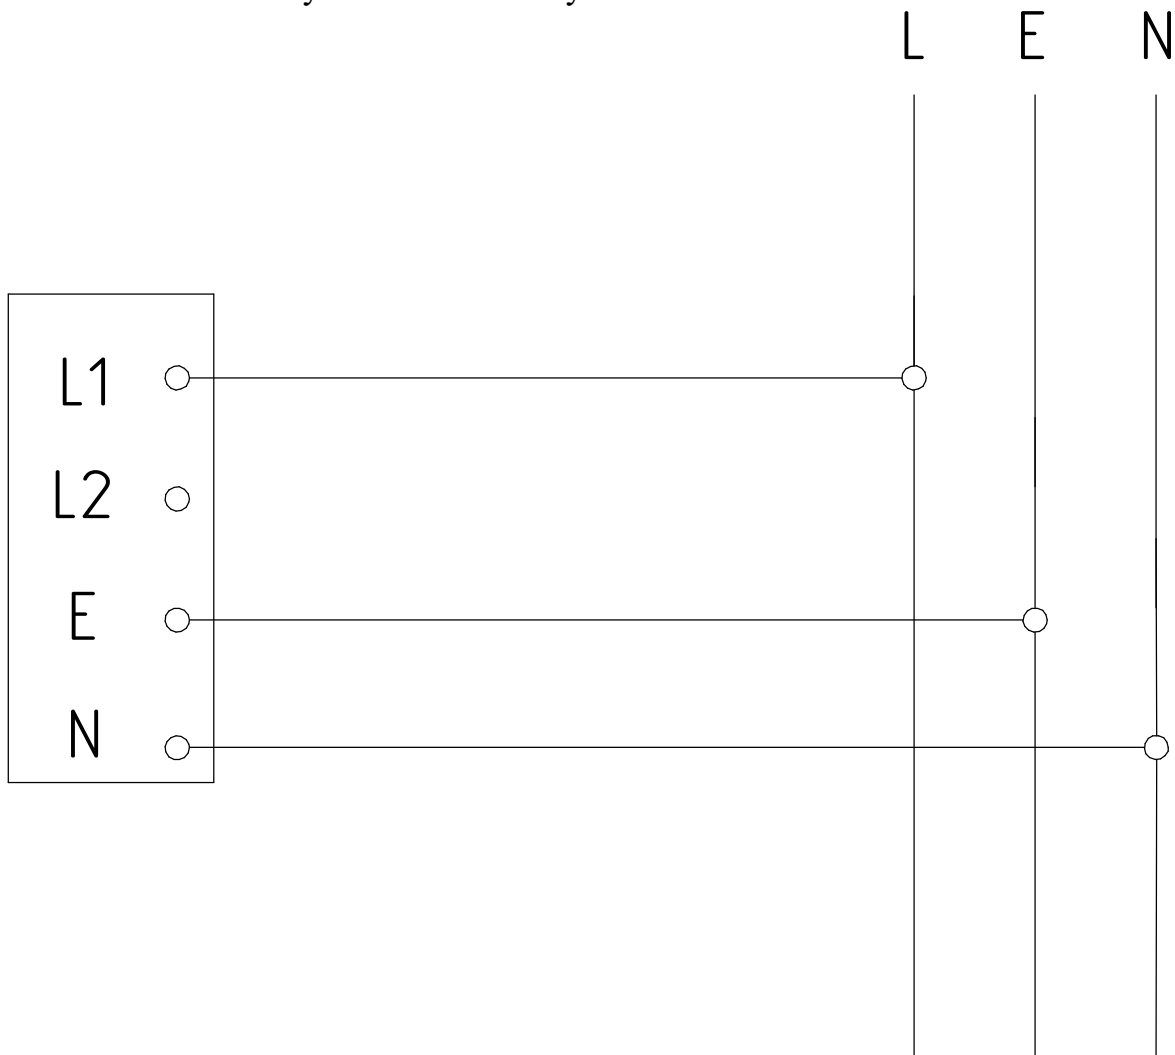

Рисунок 3 - Схема подключения к сети светильника ДБУ01.
5.3.6. Подключите питающий кабель к клеммной колодке согласно схеме рис. 3.
5.4.2. Зафиксируйте кабель в светильнике и подключите к клеммной колодке согласно рис. 3.
5.5.4. Подключите питающий кабель к клеммной колодке согласно схеме рис. 3.